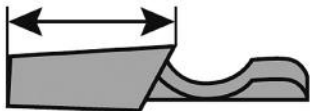

Рис. 9 Определение длины верхней грани режущего зуба
6. Определите состояние режущих звеньев и длину верхней грани режущего зуба, которая должна остаться после заточки. Для этого найдите максимально изношенный (деформированный) режущий зуб и определите длину его верхней грани (Рис. 9). Пометьте его мелом или иным способом.